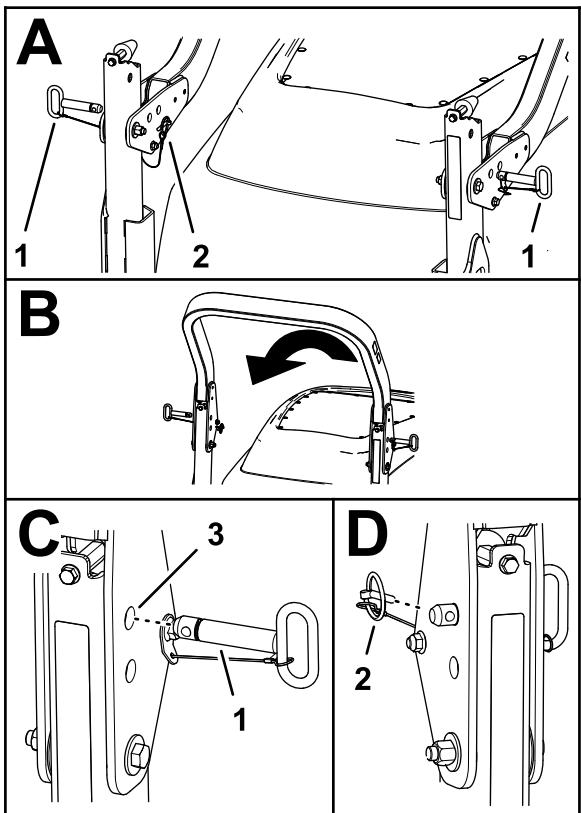

Figure 43
2. Retirez les goupilles à anneau qui fixent les axes de chaque côté de l'arceau de sécurité (Figure 43).